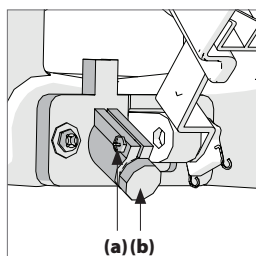

Fig. 6
- Allentare la vite di fermo (**Fig. 6, a**)
- Ruotare attentamente il modulo laser (**Fig. 6, b**) finché la linea presenta una traiettoria parallela ai contrassegni presenti sul pezzo di cartone.